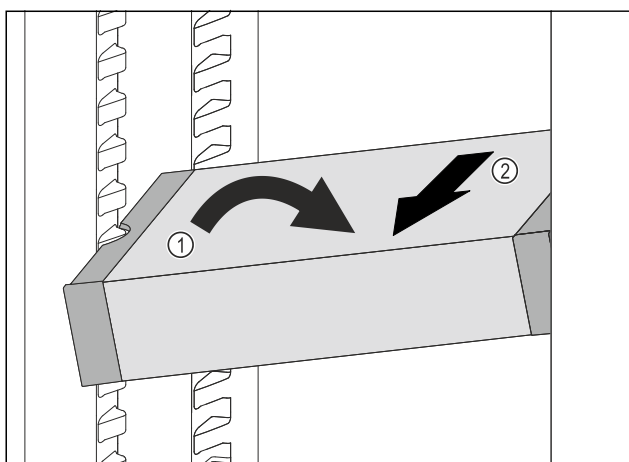

Fig. 127
- Ukosite ladicu VarioSafe u hladnjaku. Fig. 127 (1)
- Izvadite ladicu VarioSafe prema naprijed. Fig. 127 (2)